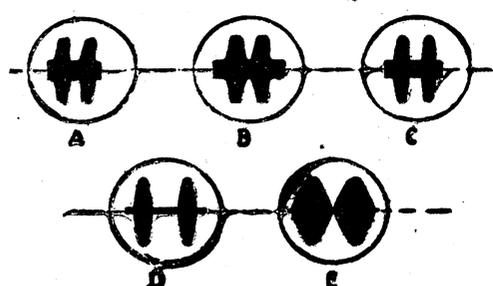
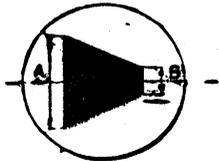

Figure 4
Figure 6
Les figures 4 donnent quelques exemples d'oscillo-
effet, par cette dernière méthode, l'oscillogramme est caractéristique (voir figure 4 A) ; tandis que par la méthode du trapèze, on pourra obtenir une image comme celle de la figure 6, et la distorsion ne sera mise en évidence que par des zones lumineuses d'intensité différente à l'intérieur du trapèze, zones difficilement décelables. Par contre, dans tous les autres cas, la méthode trapézoïdale est beaucoup plus nette, plus suggestive, en un mot préférable.
veloppe vont se combiner pour donner, sur l'écran, deux droites inclinées (les côtés du trapèze). L'image trapézoïdale tout entière est lumineuse, du fait de la H.F. (voir figure 6).
a) Modulation insuffisamment profonde (fig. 6).